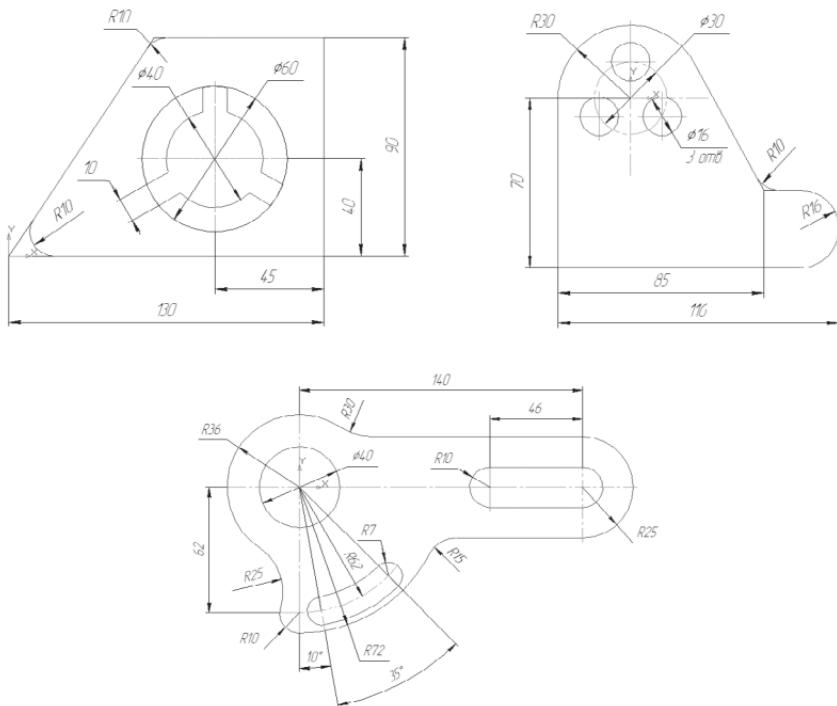

Рис. 104. Чертеж плоской детали
1. Постройте чертеж плоской детали (рис. 104).